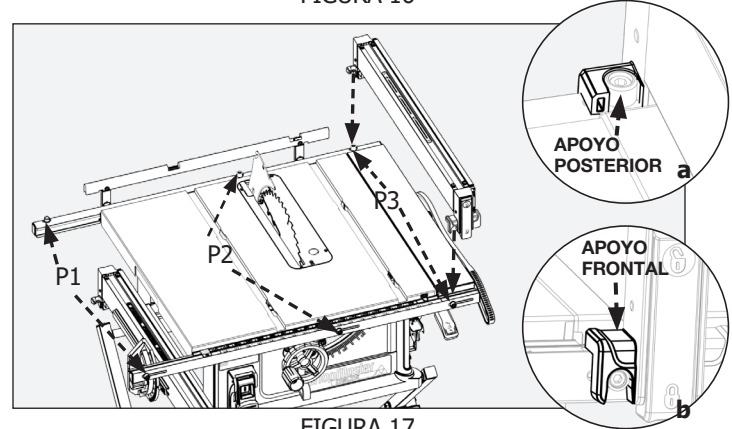

FIGURA 17
Esta sierra está equipada con un sistema de alineación de guía de 3 posiciones que le permite lograr cortes rápidos y precisos. En función del tipo de corte requerido, utilice cada una de las 3 posiciones, tal como se detalla a continuación (FIGURA 17). **Nota:** Todas las escalas son se usa para medir la distancia desde la superficie más interna de la cerca hasta la cara de la cuchilla. La escala debe leer cero cuando la cerca toca la cuchilla y debe aumentar a medida que se extiende la mesa y la cerca se aleja de la hoja.
3. Enganche el bloqueo de la guía ubicado en la parte frontal de la guía (FIGURA 17).